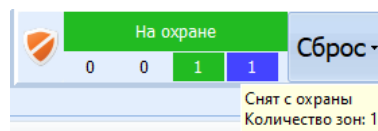

Рисунок 18.9
– **Счетчик охранных состояний** – отображает список охранных зон, находящихся в состоянии «Тревога», «Предупреждение», «На охране» и «Снят с охраны», а также общее состояние системы и кнопку для ручного сброса состояний. Общее состояние системы формируется исходя из таблицы 18.1. Если подвести курсор к ячейке, окрашенной в цвет состояния устройства, то всплывет подсказка с названием состояния и количеством зон. Охранные зоны могут иметь следующие состояния: «Тревога», «Внимание», «Неисправность», «На охране», «Снят с охраны» (рисунок 18.9). При нажатии на кнопку сброса можно вручную сбросить состояние «Тревога». Каждое действие по сбросу состояния фиксируется в журнале событий с указанием имени пользователя, даты и времени, а также адреса рабочей станции.